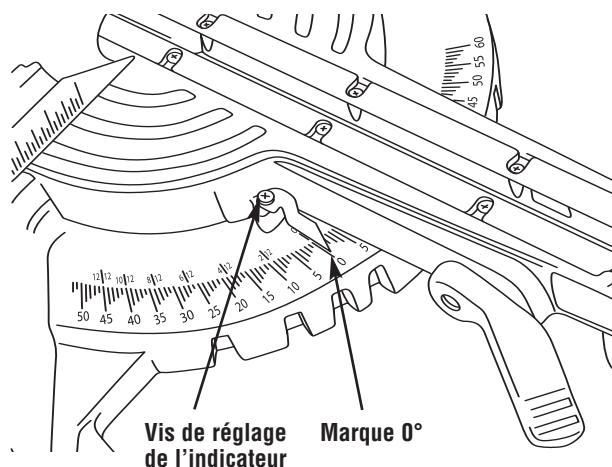

Figure 15.
- Desserrez la vis à empreinte cruciforme qui tient l'indicateur en place (Figure 15).